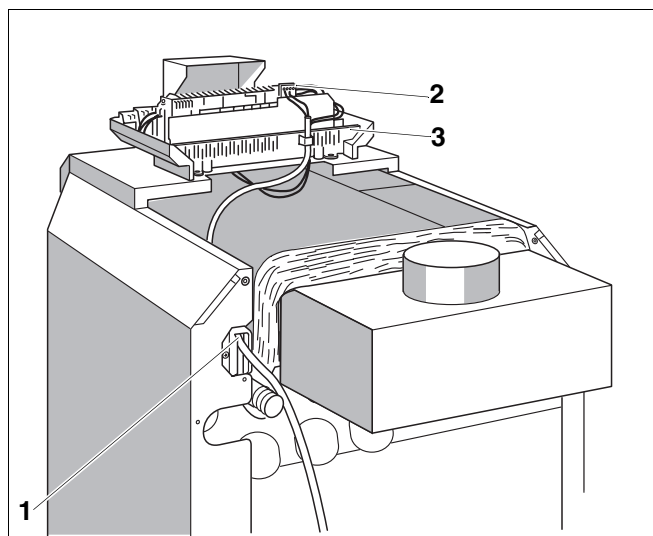

Fig. 17 Tragerea cablului și legăruta cu priza
- Conexiunile electrice din construcție și conexiunile supravegherii gazelor arse vor fi introduse din spate (Fig. 17, **Poz. 1**) la aparatul de reglare.
- Stabiliți racordurile electrice conform planului de conexiuni (Fig. 17, **Poz. 2**) cu aparatul de reglare (Fig. 17).